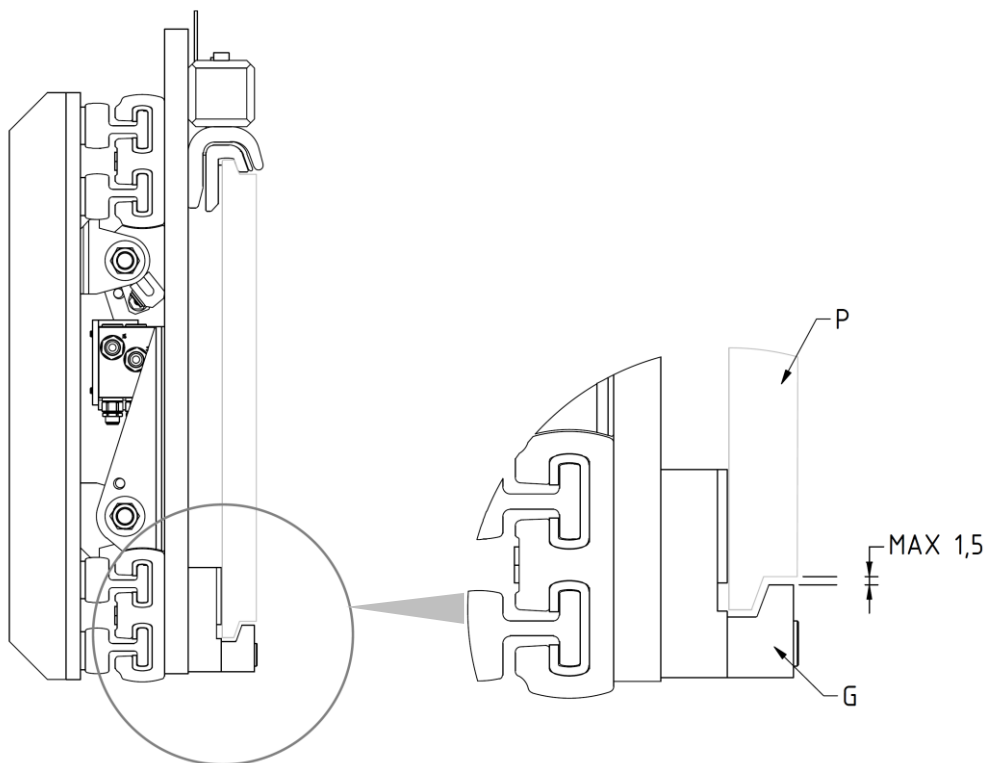

Figure 8
9. Revisser les 2 crochets inférieurs **G** de manière à ce que le corps de ces derniers reste accroché aussi en bas du tablier porte-fourches **P** (avec un jeu max. de 1,5 mm, voir détail *Figure 8*), en serrant avec le couple de serrage indiqué dans le *Tableau 4*.
3. Contrôler le jeu entre la partie inférieure du tablier porte-fourches et les crochets inférieurs de l'équipement, en vérifiant qu'il est conforme à la *Figure 4* (p.14) et *Figure 8* (p.14) et, si nécessaire, intervenir sur le serrage des vis qui les soutiennent.